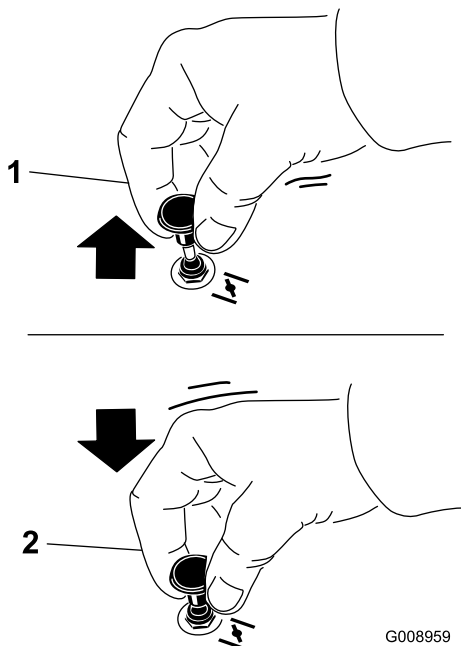

Figure 21
2. Tirez sur la commande de starter pour engager le starter avant d'utiliser le commutateur d'allumage (Figure 21).
3. Poussez sur la commande pour désengager le starter lorsque le moteur a démarré (Figure 21).
1. Désengagez les lames en plaçant la commande des lames en position DÉSENGAGÉE (Figure 21).